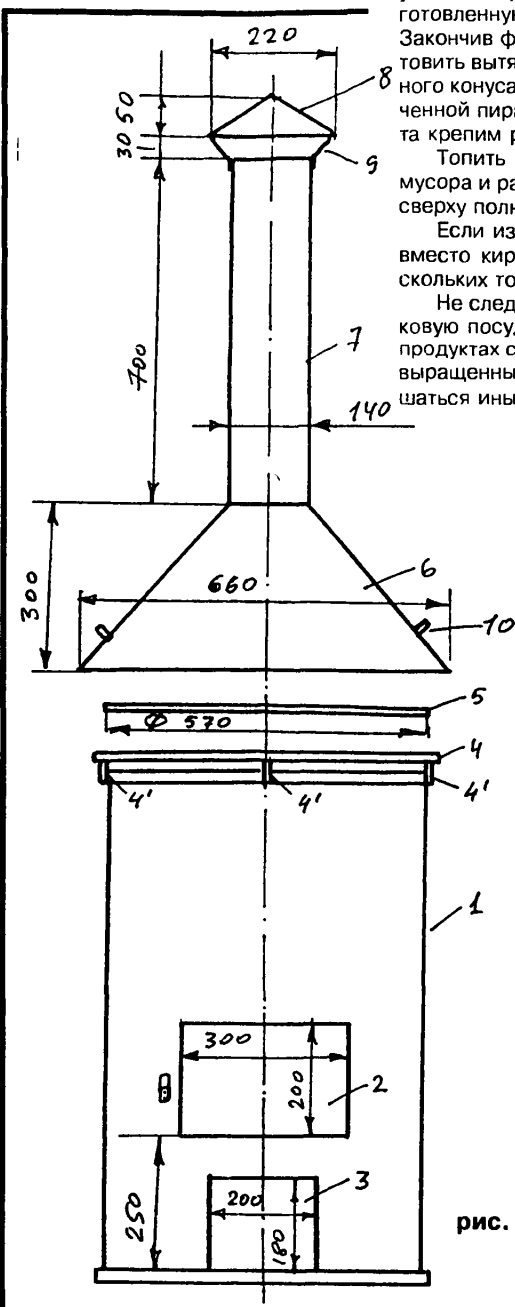
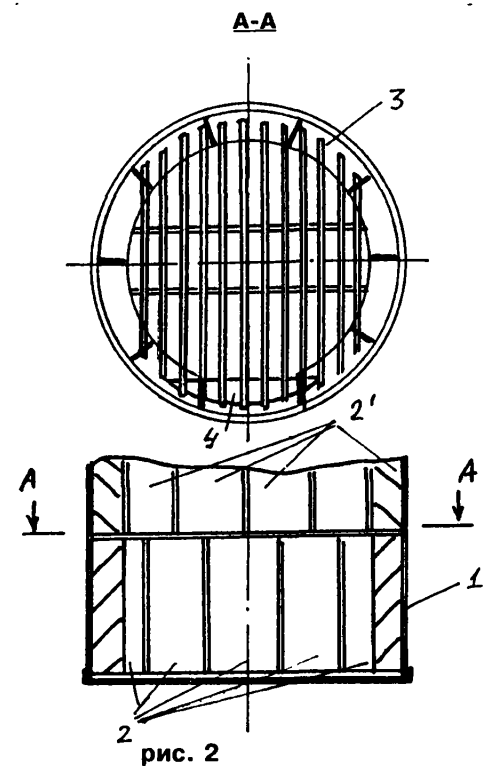

рис. 1
рис. 2
В корпусе печи (рис. 1) размечаем отверстия под поддувало и дверцу топки, затем вырубам или выпиливаем абразивным кругом.
Печку изнутри футеруем керамическим кирпичом на глиняном растворе. Схема футеровки показана на рис. 2. Кирпичи укладываем на дно бочки стоймя. Швы между кирпичами заделываем глиняным раствором. Между кирпичом и металлической стенкой не должно быть пустот. После укладки первого ряда на кирпичи кладем колосниковую решетку (3), изготовленную из обрезков металлических прутков, диаметром 8-10 мм. Закончив футеровку, надо дать раствору высохнуть, а за это время изготовить вытяжной зонт с дымоходом. Его можно изготовить в виде усеченного конуса, соединенного с цилиндрическим дымоходом или в виде усеченной пирамиды с дымоходом квадратного сечения. К двум граням зонта крепим ручки (10, рис. 1).
Если вы собрались смастерить калитку на даче, но у вас нет подходящих завесов и досок, не беда. Ее можно изготовить из круглого дерева (рис. 1). А роль завесов будет выполнять одна сторона стойки (1) калитки, которую держат с торцов сверху и снизу стальные штыри (3). Стойки (1, 2) калитки лучше выполнить из твердой древесины (дуба и др.). Поперечки (4) и штaketник (5) лучше изготовить из ели. Под стойку (1) закапываем в землю такого же диаметра кругляк-упор длиной 30 см (7). Упор должен возвышаться над поверхностью земли на 5-10 см. В его середину забиваем штырь (3) с 10 мм на глубину 100 мм, предварительно просверлив отверстие диаметром 7-8 мм, во избежание растрескивания древесины. Если нет подходящего штыря, можно использовать гвоздь на 200 мм. На второй конец штыря одеваем низ стойки (1), в которой по центру просверлено отверстие диаметром: и длиной на 5 мм больше штыря. В верхнюю часть стойки (1) забиваем аналогичный штырь длиной 100 мм, оставив над поверхностью 40-50 мм. Чтобы удержать калитку в вертикальном положе-